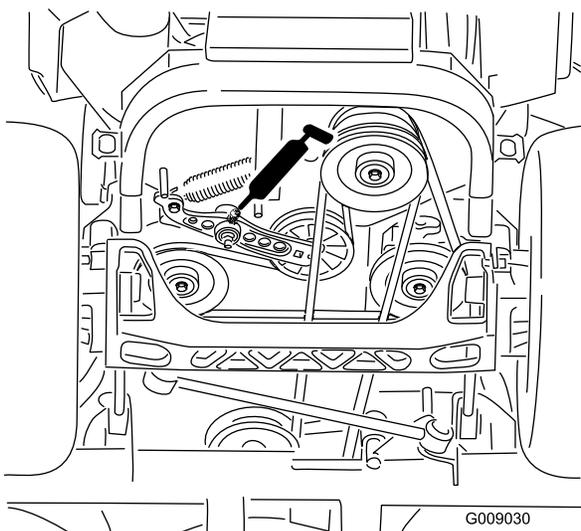

Figura 41
4. Engrase el brazo tensor de la correa de transmisión (Figura 41).